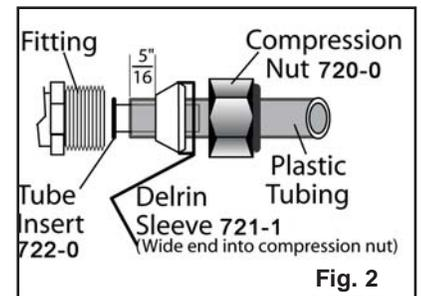

Fig. 2
6. Install one 24" tube (1506) onto 3/8" thread of valve (1503) using brass nut (720-0), plastic sleeve (721-1) and tube insert (722-0). Slide nut and sleeve onto 24" tube and place insert into end of tube. Hold tube all the way into fitting and tighten by hand. Then, holding body of fitting with one wrench, tighten nut securely with another wrench (See Fig. 2).
7. Install 3/8" union (1507) onto other 24" tube (1506) using nut and plastic sleeve on union and tube insert (722-0). (See Fig.2). Tighten securely.
8. Now connect open end of union to 3/8" copper supply tube using nut and brass sleeve on union and tighten securely (See Fig. 2). You do not need a tube insert for this connection. **Note:** If 3/8" supply tube is plastic use remaining plastic sleeve (721-1) and tube insert (722-0) with union and tighten securely (see Fig. 2).
6. Installez un tube de 24 po (1506) sur le raccord de 3/8 po de la valve (1503) avec l'écrou en laiton (720-0), la bague de plastique (721-1) et de manchon (722-0). Glissez l'écrou et la bague sur le tube de 24 po et insérez le manchon dans le bout du tuyau. Poussez le tube à fond dans le raccord et serrez l'écrou à la main. En tenant le corps du raccord avec une clé, utilisez une autre clé pour bien serrer l'écrou (voir fig. 2).
7. Installez le raccord de 3/8 po (1507) sur l'autre tube de 24 po (1506) avec l'écrou, la bague de plastique et le manchon (722-0). Serrez bien en procédant comme à l'étape 6 (voir fig.2).
8. Raccordez l'extrémité libre du raccord de 3/8 po au tuyau de cuivre avec l'écrou et la bague de laiton, puis serrez à fond (voir fig. 2). Cette connexion ne requiert pas de manchon. **Remarque :** si le tuyau est en plastique, utilisez l'autre bague de plastique (721-1) et l'autre manchon (722-0) (voir fig. 2).